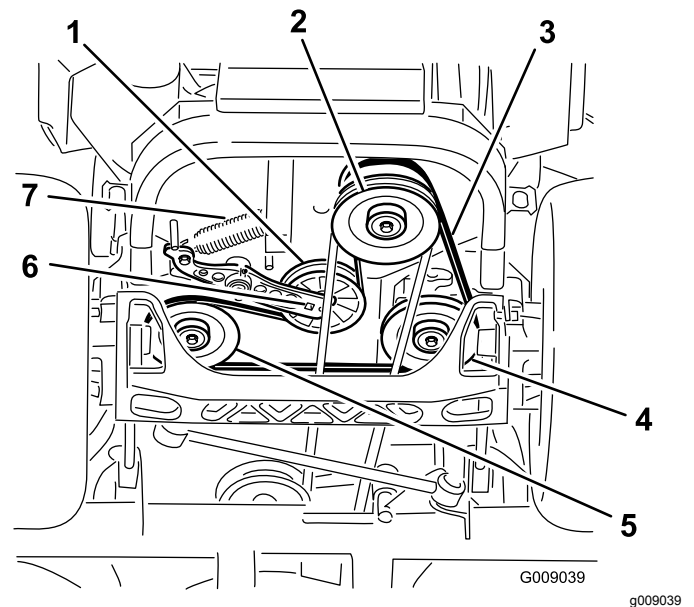

Figura 79
4. Levante la máquina y apóyela sobre gatos fijos (Figura 79).
5. Utilice una llave de carraca en el taladro cuadrado del brazo tensor para retirar el muelle tensor (Figura 79).
6. Desenganche el muelle de la polea tensora del bastidor (Figura 79).
9. Utilizando la llave de carraca en el taladro cuadrado del brazo tensor, instale el muelle tensor en el bastidor (Figura 79).